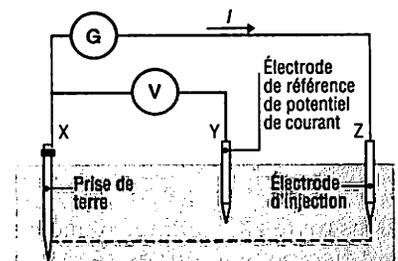

Fig. 16 : Principe du mesureur.
montre la **figure 16**. À l'aide d'un générateur G, on fait circuler un courant I dans le circuit Z, terre, X et on mesure la différence de potentiel V obtenue entre X et Y. La valeur de la résistance est donnée par la relation :
b) Mesureur de terre ou telluromètre (fig. 16 et 17).